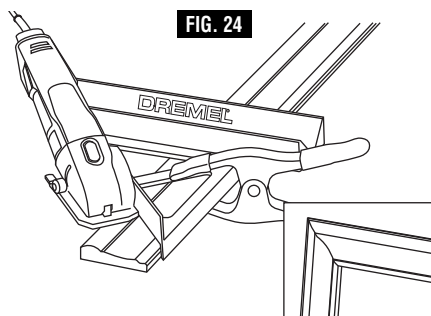

FIG. 24
1. Cortes a inglete de 45°: Utilice el borde angulado de la guía de corte como tope-guía (Fig. 24).
Cortes a inglete (15°, 22.5° o 30°): Pivote la guía de corte en la esquina designada hasta el ángulo deseado, utilizando la marca indicadora de ángulo ubicada en la guía de corte y complete el corte utilizando el borde exterior de la guía de corte como tope-guía (Fig. 24).